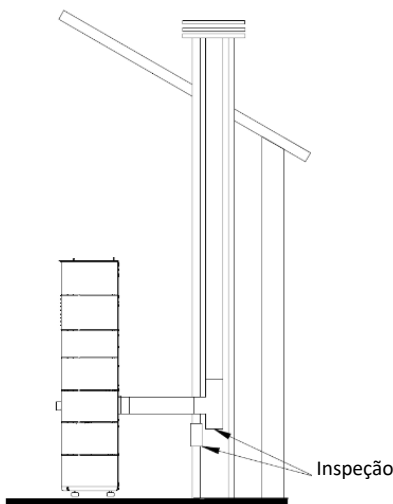

Figura 19 – Vista lateral do sistema com chaminé, com exemplo do ponto de inspeção
- Como mostra a Figura 19, a instalação da salamandra a *pellets* traz o tubo de exaustão diretamente para a chaminé. Se a chaminé for muito grande, recomenda-se entubar a saída de fumos com um tubo de diâmetro interno mínimo de 80 mm. Coloque um "T" na parte inferior da tubulação para inspeções periódicas e manutenção anual, como mostra a figura abaixo.